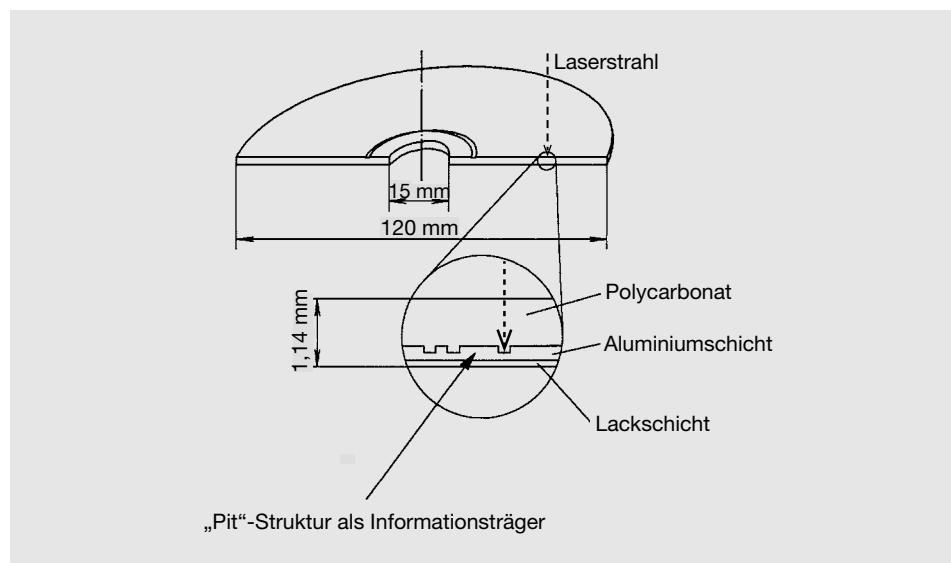

Bild 2 Compact-Disc (CD) und deren Abmessungen
- CD Das folgende Bild 2 zeigt eine CD, die im Spritzgießverfahren hergestellt wird, mit ihren Abmessungen.